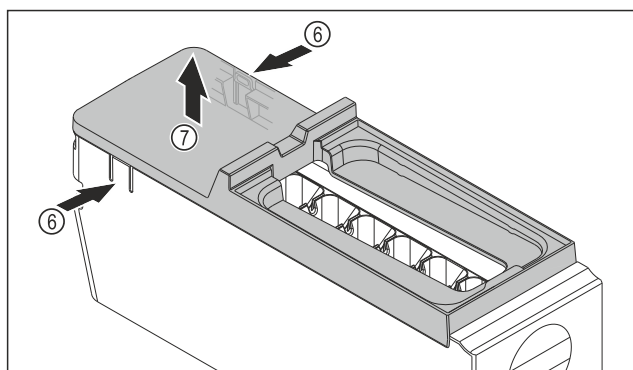

Fig. 132
- ▶ Udtagning af EasyTwist-Ice-legemets afdækning: Tryk på laskerne Fig. 132 (6) på begge sider af EasyTwist-Ice-legemet med den ene hånd.
- ▶ Tag afdækningen Fig. 132 (7) op og ud med den anden hånd.